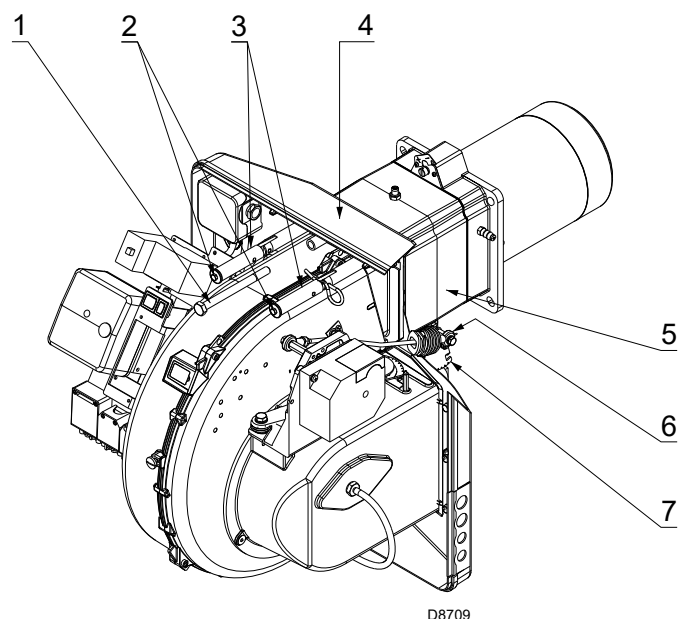

Fig. 15
Terminata la regolazione della testa di combustione (Fig. 15):
- rimontare il bruciatore 4) sulle guide 3) a circa 100 mm dal manicotto 5) - bruciatore nella posizione illustrata dalla Fig. 15;
- inserire il cavo della sonda ed il cavo dell'elettrodo e quindi far scorrere il bruciatore fino al manicotto, bruciatore nella posizione illustrata dalla Fig. 15;